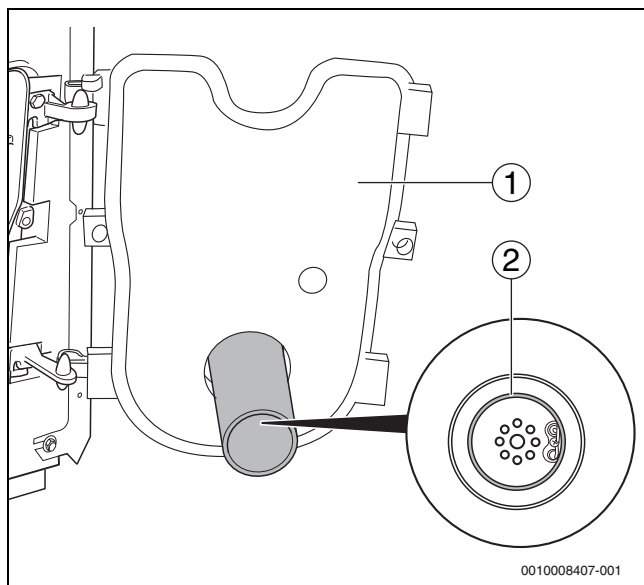

Fig. 43 Vérification de la bonne assise du joint
- ▶ Lorsque la porte du brûleur est ouverte (→ fig. 43, [1]), vérifier la bonne assise du joint (→ fig. 43, [2]).
- ▶ Fermer la porte du brûleur (→ fig. 43, [1]) et visser les vis de fixation de la porte du brûleur à fond (env. 10 Nm).